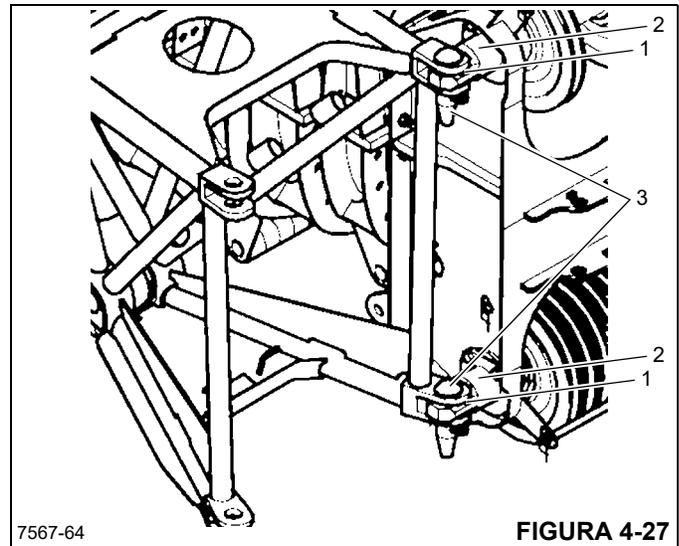

FIGURA 4-27
6. Alinee las orejetas de montaje del lado izquierdo de la extensión (1) con las orejetas de montaje del lado derecho de la punta de la pluma (2) (Figura 4-27).
7. Inserte los pasadores (3) por las orejetas de montaje y asegure con las pinzas de retención.